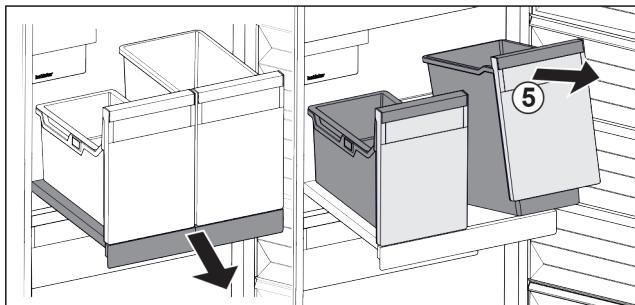

Fig. 29
- Nadvihnite nádobu Fig. 29 (5) vpred.